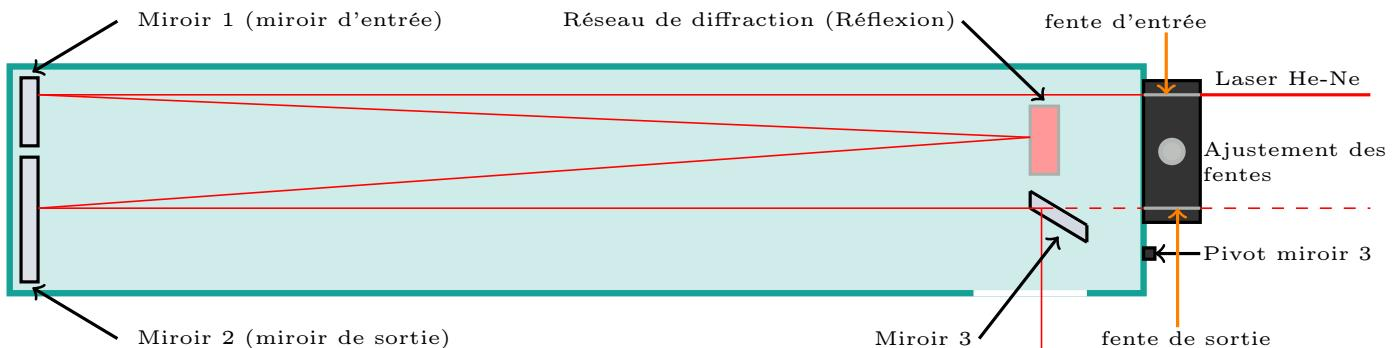

FIGURE 1 – Schéma de l'intérieur et des composants principaux du spectromètre Jarrell-Ash 78-462
- Le contrôle des fentes ce fait par la vis présente près des fentes. Voir figure 1